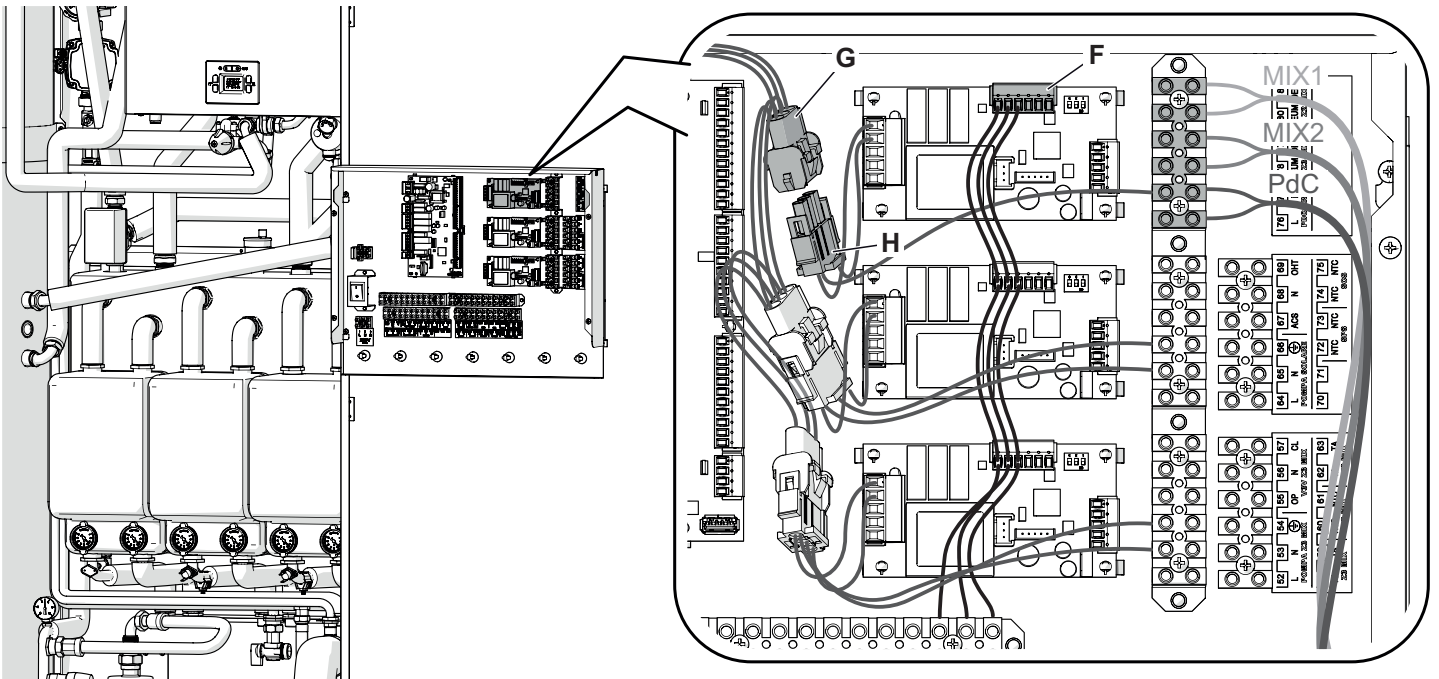

Figura 2.42
- Collegare uno dei terminali a 6 poli (F), presenti all'interno del quadro di sistema, alla scheda di controllo.
- Collegare uno dei connettori a 3 poli (G), presenti all'interno del quadro di sistema, al connettore a 3 poli (H) della scheda di controllo.
- Collegare alla morsetteria i cavi (non forniti) provenienti dai deumidificatori zona MIX1 e zona MIX2 e quello di blocco PdC (Figura 2.42). Bloccarli con l'apposita fascetta.